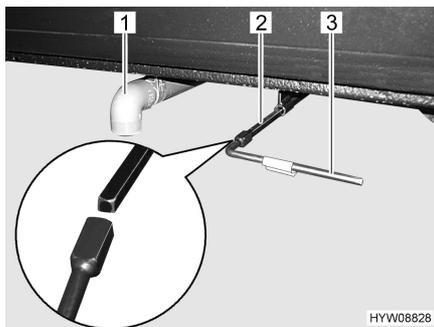

Fig. 76 Palanca de mando y tubo de salida del depósito de aguas residuales
- Posicionar el tubo de salida (Fig. 76,1) directamente encima de la estación de evacuación o encajar la manguera de aguas residuales (equipamiento especial) en el tubo de salida (Fig. 76,1).
- Abrir la llave de desagüe. Para ello, encajar la llave cuadrada (Fig. 76,3) entregada en el cuadrado de la llave de desagüe (Fig. 76,2).
- Girar la llave cuadrada (Fig. 76,3) un cuarto de vuelta en sentido contrario a las agujas del reloj. Las aguas residuales son evacuadas.
- Una vez que las aguas residuales hayan salido completamente: Volver a cerrar la llave de desagüe. Para ello, girar la llave cuadrada (Fig. 76,3) un cuarto de vuelta en sentido de las agujas del reloj.
- Quitar la llave cuadrada (Fig. 76,3) y guardarla.